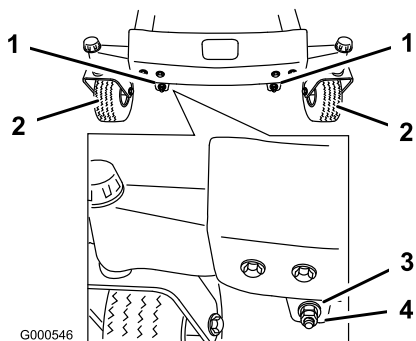
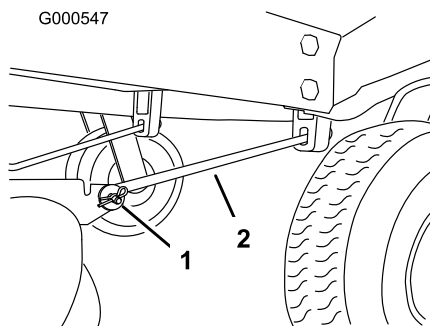

Figura 55
Figura 56
11. Para ajustar la inclinación longitudinal, retire las contratueras y luego gire las tuercas de ajuste de la parte delantera del cortacésped (Figura 55).
13. Después de ajustar en la misma medida ambas tuercas de ajuste, verifique de nuevo la inclinación longitudinal. Siga ajustando las tuercas hasta que la punta de la cuchilla más avanzada esté entre 1,6-7,9 mm más baja que la punta de la cuchilla más atrasada (Figura 55).
Nota: Después de ajustar las tuercas de ajuste, asegúrese de que no hay ninguna holgura en ninguna de las varillas (Figura 56). Apriete cualquiera de ellas para eliminar la holgura, si la hubiera (Figura 55).
4. Retire el pasador de horquilla y la chaveta de la varilla de soporte delantera de cada lado del cortacésped (Figura 56).
8. Conecte las varillas de soporte delanteras a la máquina con los pasadores y las chavetas (Figura 56).